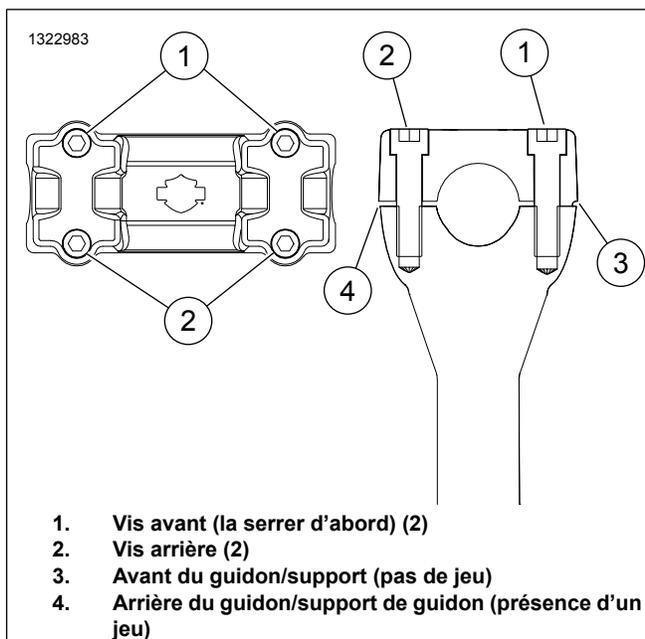

Figure 2. Montage du guidon
- Voir Figure 2. Poser les vis 1 et 2.
- Vérifier le jeu entre la bride et les supports de guidon. Après serrage, seul l'arrière du guidon présentera un jeu (4). Aucun jeu ne devra être présent à l'avant du guidon (3).
- Voir Figure 2. Serrer les vis avant (1).